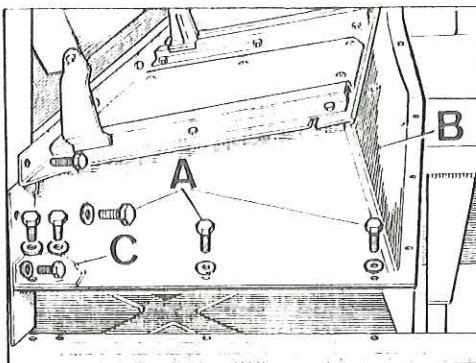

Fig. Q1-33 Desmontaje de la base de asientos
- 1.4. Soltar los tornillos de fijación, A (Fig. Q1-33) de la base de asientos, B, a la caja de carga, perfiles umbral y soportes del bastidor.